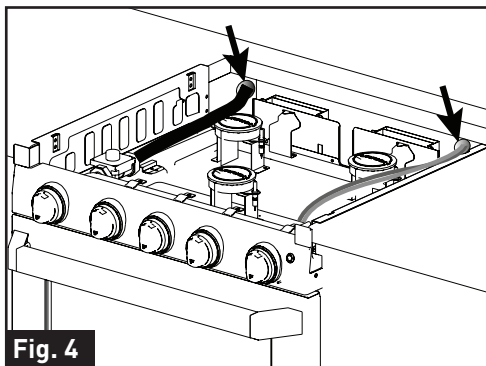

Fig. 4
4. Connecter une source d'alimentation de propane a la cuisinière par le coin supérieur a l'arrière de l'meuble. Connecter une source d'alimentation positive de 12V et un cable a l'appareil par le coin supérieur droit a l'arrière de l'meuble. (Fig. 4)